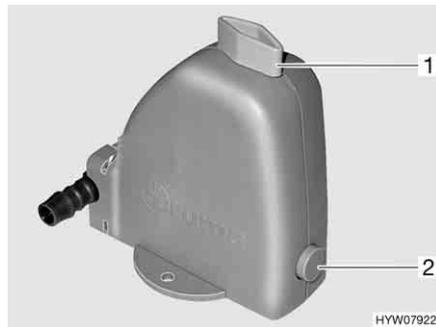

Fig. 182 Válvula de seguridad/purga de la caldera
La caldera está equipada con una válvula de seguridad/purga (Fig. 182). La válvula de seguridad/purga evita que el agua de la caldera se congele cuando no esté conectada la calefacción en caso de helada.
- Cerrar la válvula de seguridad/purga. Para ello, girar el botón giratorio (Fig. 182,1) a la posición transversal en referencia a la válvula de seguridad/purga y hundir el pulsador (Fig. 182,2).
- Abrir la válvula de seguridad/purga. Para ello, girar el botón giratorio (Fig. 182,1) a la posición longitudinal en referencia a la válvula de seguridad/purga. El botón de presión (Fig. 182,2) salta hacia fuera. La caldera se vacía hacia fuera a través de la válvula de seguridad/purga.